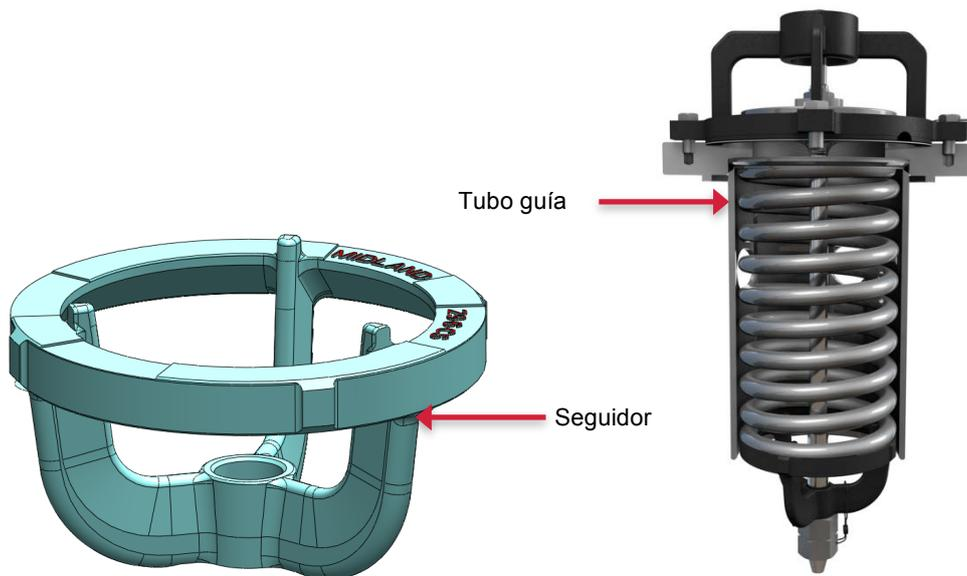

Figura 4-10 Seguidor del resorte y tubo guía
4.1.8.1 Esta pieza estructural tiene guías en sus bordes externos (Figura 4-10). Muévela hacia arriba y hacia abajo a lo largo de la longitud del tubo guía tal como se indica a continuación. Si se atasca, busque mellas o superficies raspadas en el interior del tubo guía. Repare los daños para permitir el movimiento libre de la guía de resorte.